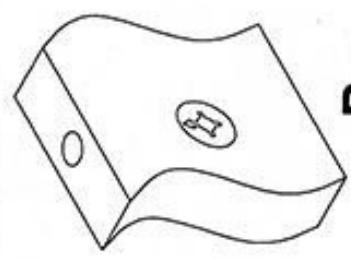

Рис. 1
1. Прибить подпятыники (6) при помощи гвоздей к боковинам 2 и 4. Далее прикрутить направляющие (7) при помощи евровинтов (8) в детали 2, 4, 6, причем на деталь 6 направляющие (7) прикручиваются с обеих сторон (со второй стороны направляющие прикручиваются саморезами (5)). Вставить стяжки-растекс (9) в детали 2 и 4, и стяжки-растекс (3) в стойки 6 (см. рис. 1). После этого забить шканты (1) в детали 2, 3, 4 и 6. Соединить боковины 2 и 4 с деталями 3 и 4 при помощи евровинтов (2) и шкантов (1). Соединить стойки 5 с полкой 3 при помощи евровинтов (15).